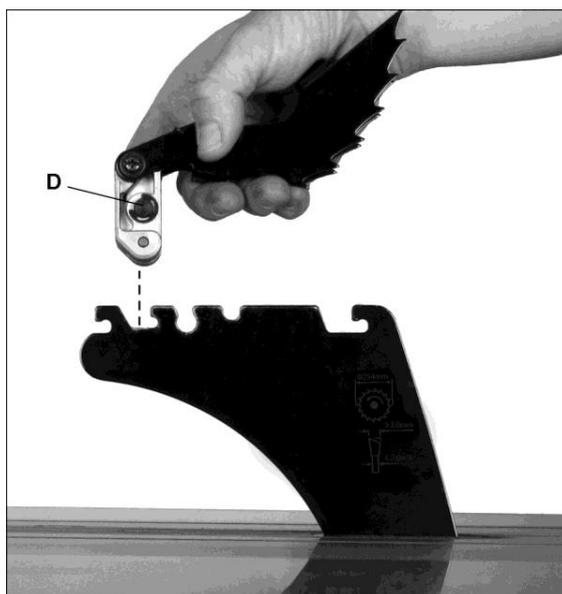

Рис. 5-10
См. Рис. 5-10 и 5-11.
1. Нажмите и удерживайте кнопку (D) на обратной стороне головки фиксатора, чтобы ослабить стопорный штифт. Вставьте узел фиксатора вертикально вниз, как показано на Рис. 5-10.